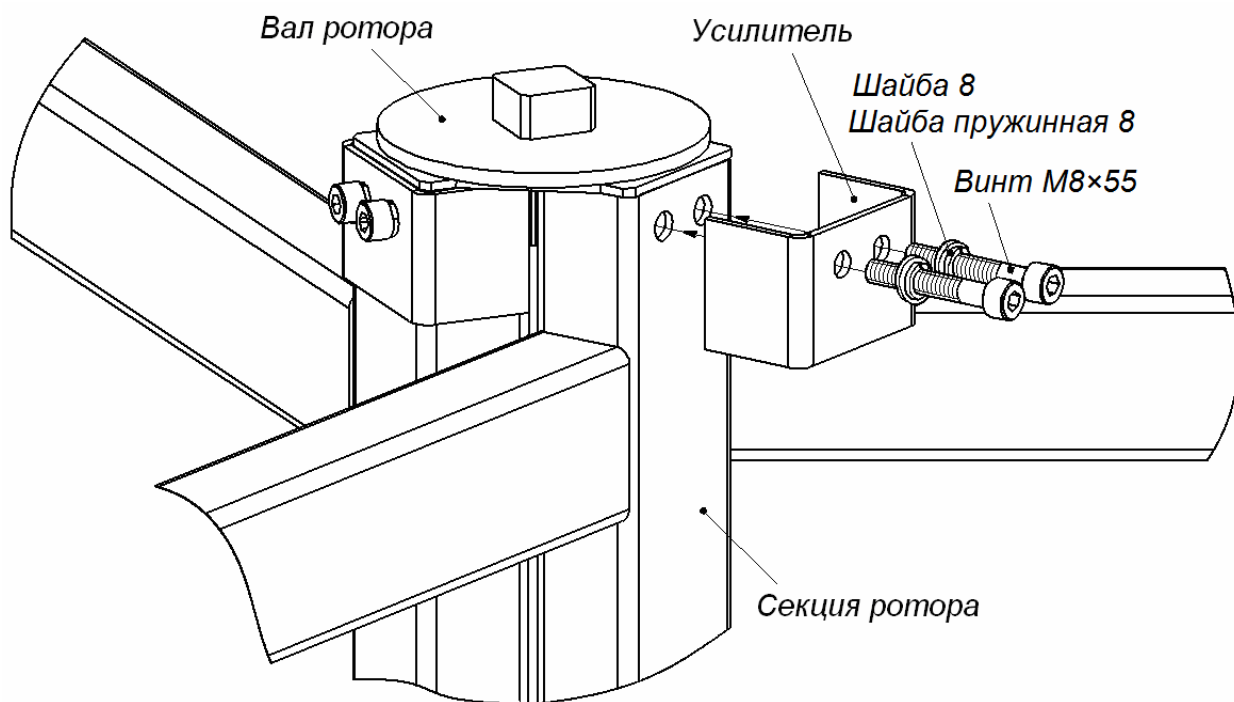

Рисунок 18. Схема усиления верхней части ротора.
- Из ящика №5 распакуйте и затем последовательно закрепите на элементах крепления установленной секции ротора две оставшиеся секции. Для верхних точек крепления секций используйте усилительные элементы и по 2 болта M8×55 с шайбами 8 и пружинными шайбами 8, для остальных точек крепления секций – по 10 болтов M8×12 с пружинными шайбами 8 (см. рис. 18 и 19). Для удобства при монтаже используйте ключ SW6 с магнитным наконечником. По окончании сборки проверьте равномерность зазоров между секциями и окончательно затяните все болты ротора.